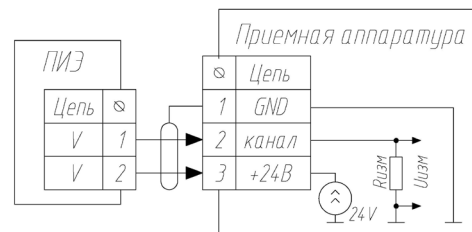

Рис. 3
- Кабель продеть в кабельный ввод ПИЭ и подключить к вводу клеммнику платы. Полярность подключения кабеля значения не имеет (схема подключения представлена на рис.3);